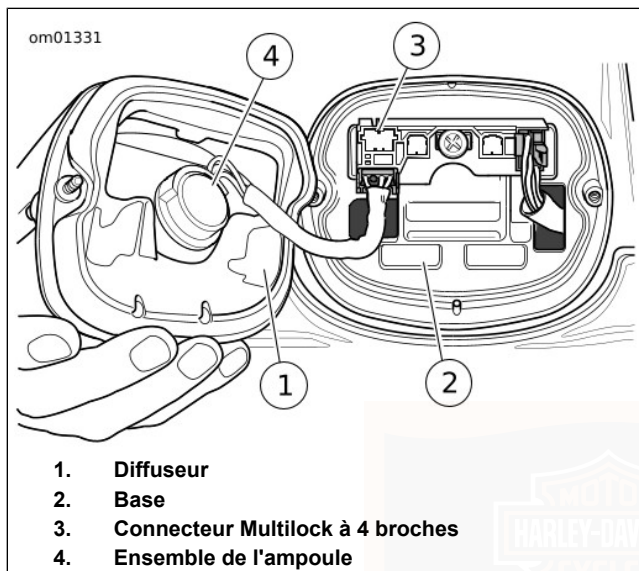

Figure 66. Ensemble du feu arrière
1. Voir Figure 66. S'assurer que l'interrupteur d'allumage est arrêté (OFF).